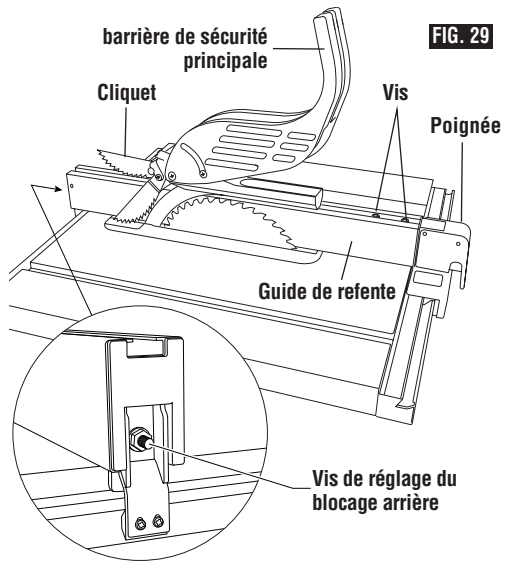

FIG. 29
2. Soulevez la poignée de verrouillage et le guide à glissière jusqu'à ce qu'il soit placé le long de la lame de la scie, en soulevant le cliquet du côté droit au-dessus du guide (Fig. 29).
5. Tenez le guide en place et abaissez la poignée de verrouillage. Vérifiez que le guide n'a pas bougé, puis resserrez les vis (Fig. 29).
6. Bloquez le guide de refente pour vérifier qu'il est bien tenu à l'avant comme à l'arrière. Si il n'est pas correctement tenu à l'arrière, débloquez le guide et tournez la vis de réglage du blocage arrière en sens horaire pour augmenter la force de serrage. Essayez à nouveau de bloquer le guide pour vérifier qu'il s'auto-aligne et qu'il est bien tenu à l'avant comme à l'arrière. Si la vis de réglage du blocage arrière est trop serrée, le guide ne pourra pas s'auto-aligner (Fig. 29).
1. Soulevez les deux barrières de protection pour les mettre dans leur position haute verrouillée (Fig. 29).
2. Soulevez la poignée de verrouillage et faites glisser le guide jusqu'à ce qu'il soit placé le long de la lame de la scie, en soulevant le cliquet latéral droit au-dessus du guide (Fig. 29).